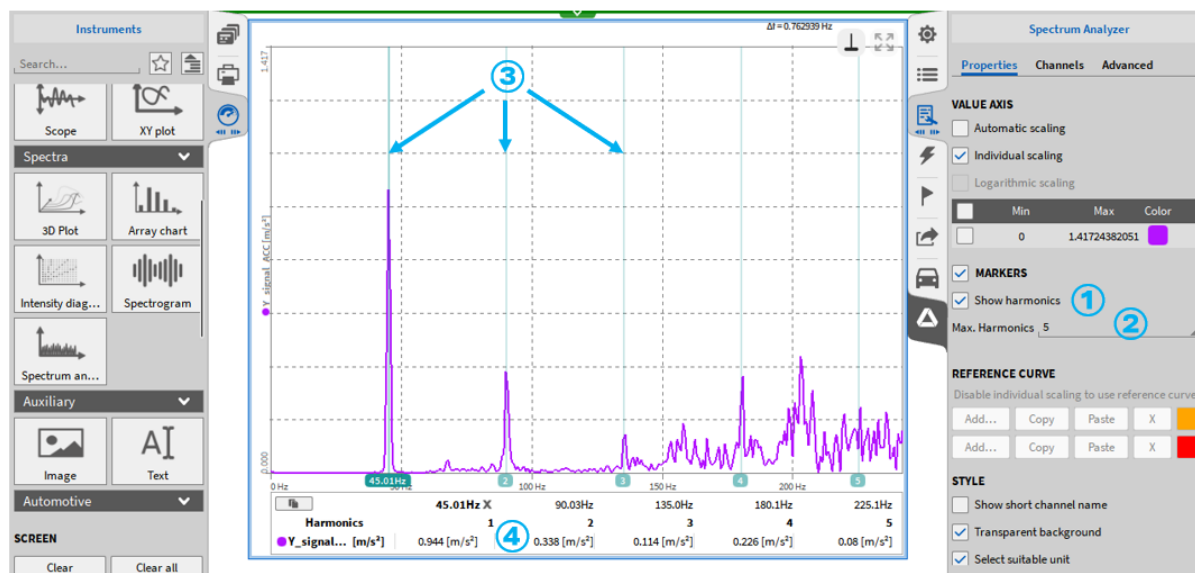

Abb. 8.64: Verwendung von Harmonischen Marker
Harmonische Marker können durch Auswahl von *Show Harmonics* aktiviert werden (siehe ① in Abb. 8.64). Die Anzahl der Harmonischen kann von 1 bis 10 gewählt werden (siehe ② in Abb. 8.64). Harmonische werden mit einem Cursor markiert (siehe ③ in Abb. 8.64) und der Amplitudenwert wird unterhalb des Instruments angezeigt. (siehe ④ in Abb. 8.64).